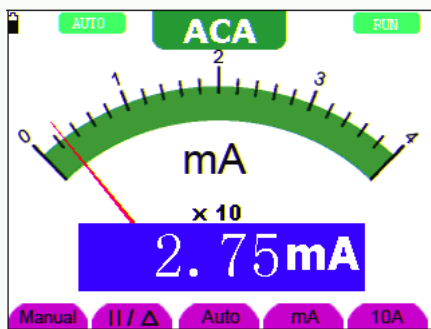

Рисунок 29.
3. Подсоедините красный и черный измерительные провода к обследуемой цепи, и на дисплее отобразится измеренное значение переменного тока (см. рисунок 29).